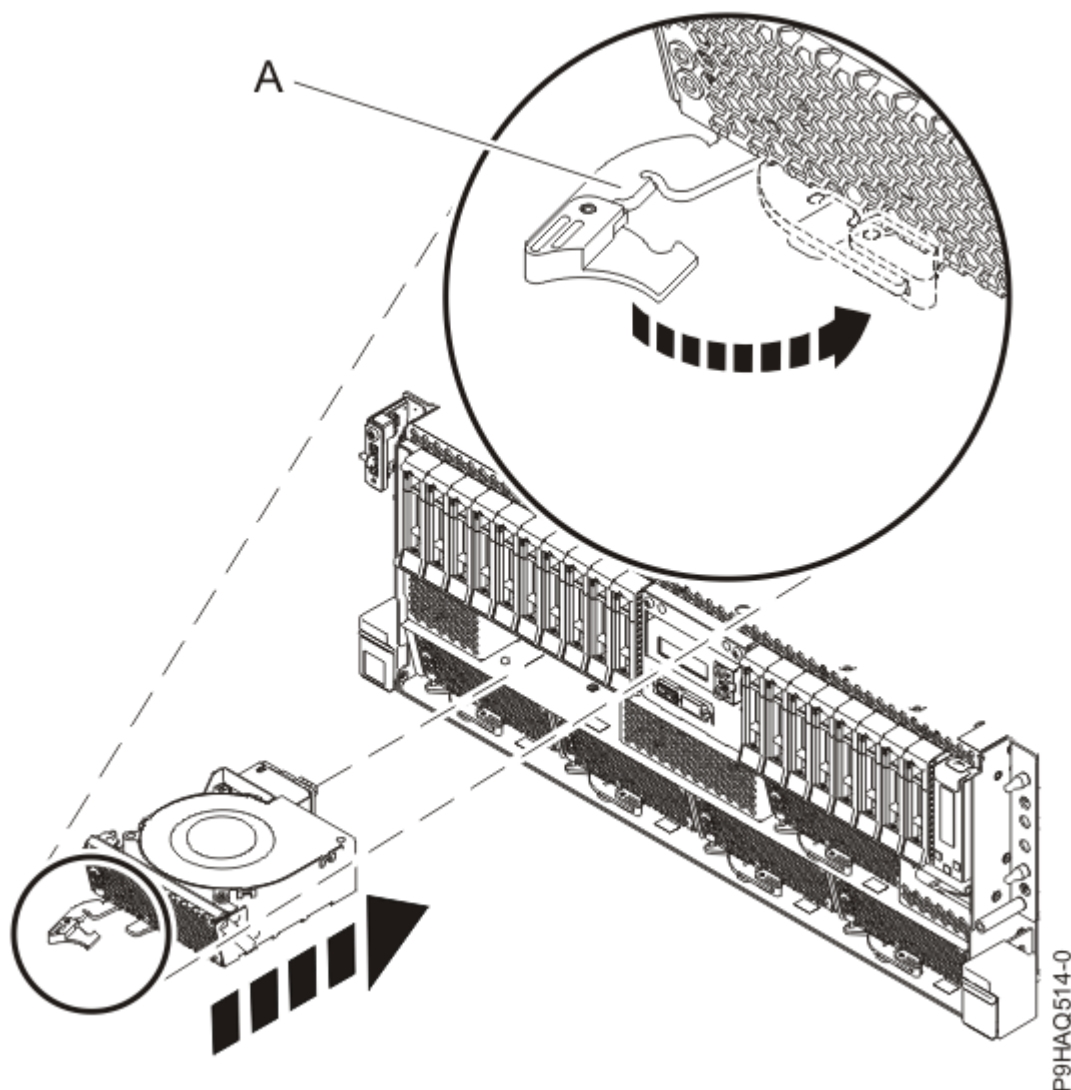

図 11. システムでのファンの再取り付け
2. ファンのハンドル (A) が、14 ページの図 11 に示すように開いていることを確認します。
3. ファンの底部を手で支えながら、ファンをスロットに位置合わせし、スライドさせてシステムに入れます。14 ページの図 11 を参照してください。
4. ハンドル (A) を、示されている方向に回転させてから、ラッチが所定の位置にロックされるまでファンのハンドルを押します。14 ページの図 11 を参照してください。